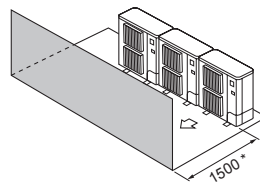

Fig. 2-15
- ③ Alleen obstakels aan de voorzijde (Fig. 2-15)